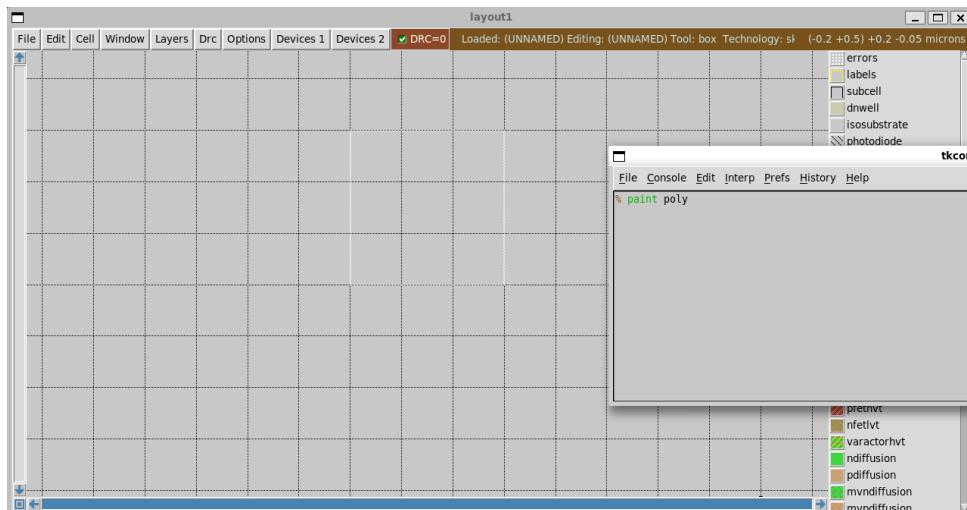

Figura 15: Digitando o comando 'paint poly' no console para preencher a área.
Passo 3: Digitar o comando de pintura Com a área selecionada, volte à janela de console e digite o comando `paint <nome_da_camada>`. Por exemplo, para pintar com polisilício, o comando é `paint poly`, como demonstrado na Figura 15.